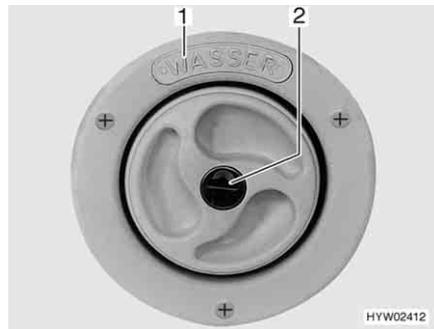
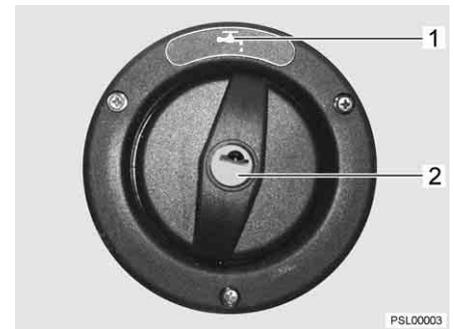

Bild 164 Trinkwasser-Einfüllstutzen
Bild 165 Trinkwasser-Einfüllstutzen (Alternative)
Der Trinkwasser-Einfüllstutzen ist mit dem Schriftzug "WASSER" (Bild 164,1) oder mit dem Symbol "☰" (Bild 165,1) gekennzeichnet. Der Verschlussdeckel wird mit dem Schlüssel für die Außenklappenschlösser geöffnet und verschlossen.
- Trinkwasser-Einfüllstutzen (Bild 164 bzw. Bild 165) öffnen (siehe Kapitel 6).